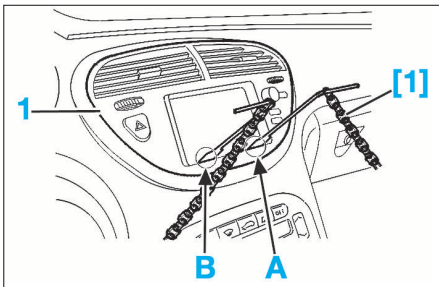

FIG. 5
- Engager l'outil [1] au point (A) et au point (B) et tirer vers soi pour déclipser la façade centrale (Fig.5).